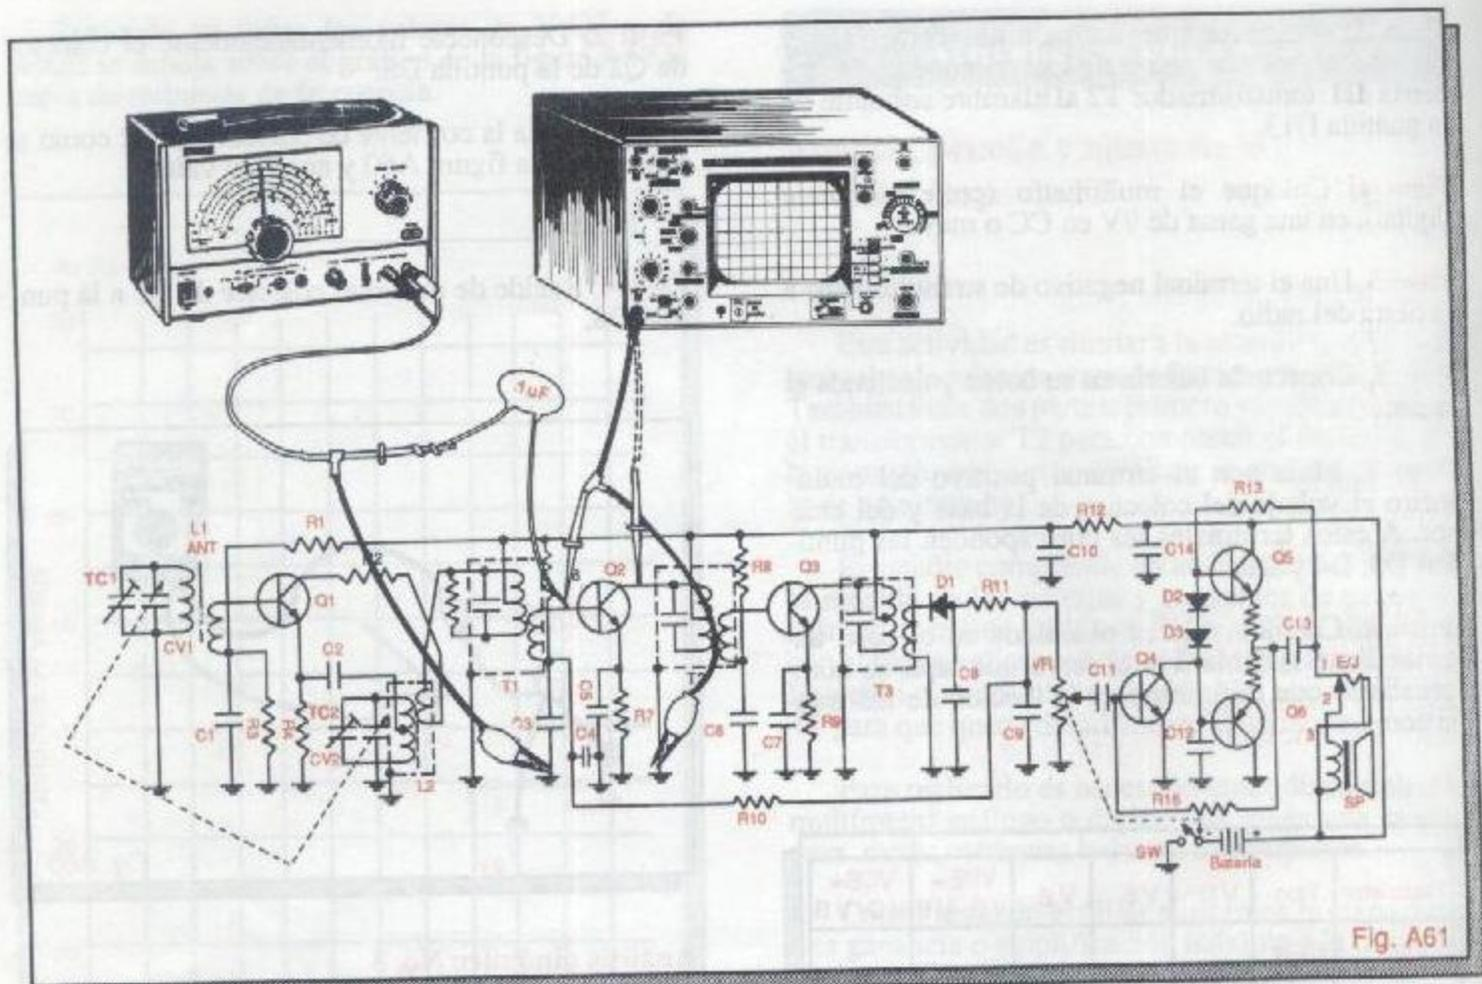

Fig. A61
Paso 4. Conecte un canal del osciloscopio también a la base de Q2. Observe la figura A61.